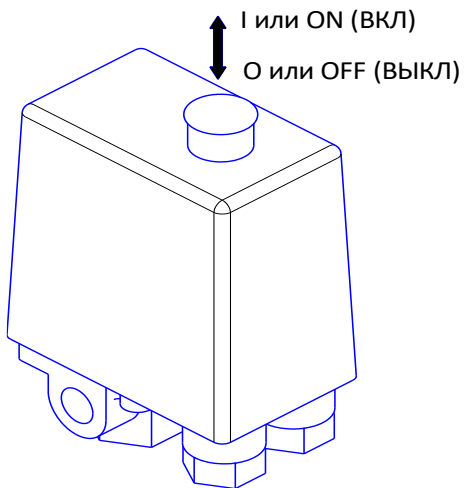

Рисунок 4
1 Проверьте, чтобы выключатель на прессостате находился в выключенном положении "0" или "OFF", в зависимости от исполнения (см. рисунок 4).
4 Включите компрессор выключателем на прессостате. Для этого необходимо переключить выключатель в положение "I" или "ON", в зависимости от исполнения (см. рисунок 4).
- 1 Переключите выключатель на прессостате в положение "0" или "OFF", в зависимости от исполнения (см. рисунок 4).